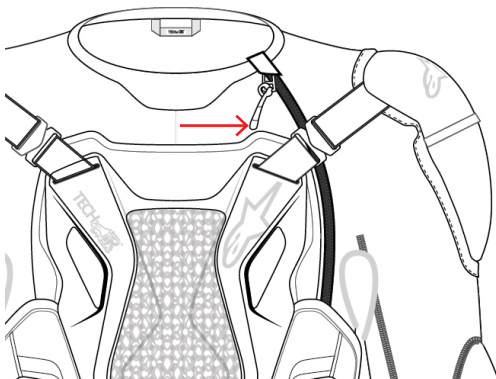

Figura 8: Accensione del sistema con la chiusura della zip di attivazione (1)
Per utilizzare il sistema Tech-Air[®] Off-Road, l'utente deve semplicemente indossare il sistema e chiudere la zip di attivazione (1) dal basso verso l'alto (Figura 8).